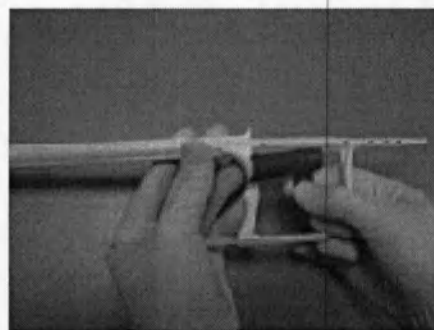

Рисунок 2 – Снятие блокиратора
- Самораскрывающийся стент ограничен в пространстве между каналом проводника и шaftом системы доставки стента. Непреднамеренные движения стента во время снятия чехла ограничиваются системой доставки. Шaft системы доставки имеет рентгеноконтрастную зону на дистальном конце. Конец также является рентгеноконтрастным. Проксимальный и дистальный рентгеноконтрастные маркеры позволяют визуализировать устанавливаемый стент. Блокиратор (рисунок 2) необходимо снять до разворачивания стента.